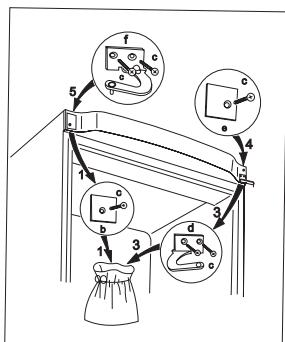

bild 1.
- Ta det øverste dørfestet på venstre side (f) og panelet (c) ut av plastposen og fest det med skruene (c) (fig. 1).